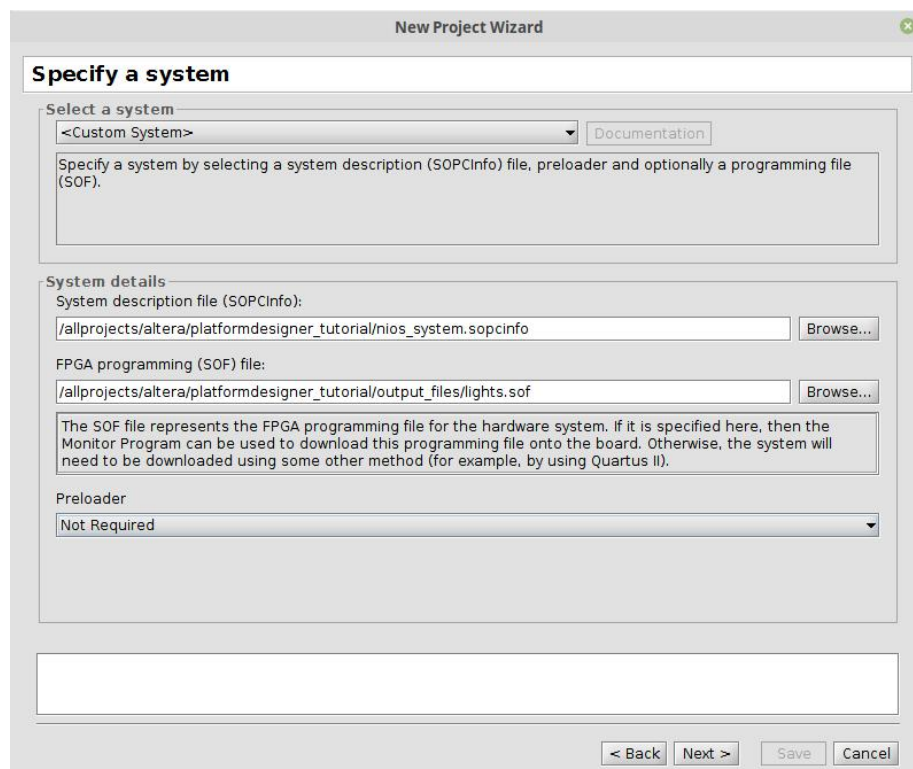

Рис. 21. Закладка Specify the system
24. На вкладинці *Specify the system* вкажіть наступні параметри (рис. 21):